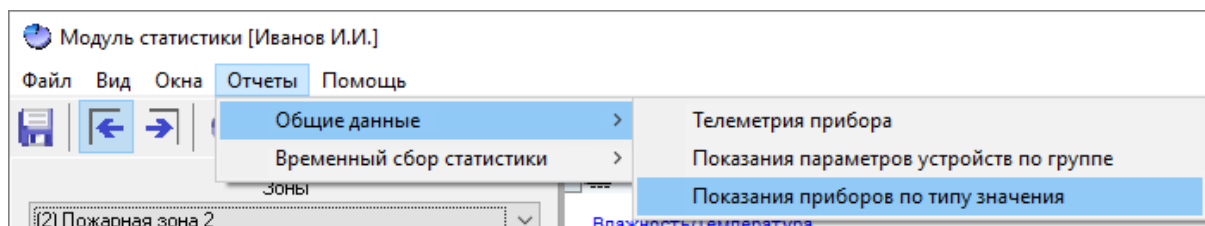

Рисунок 12-160 Переход к формированию отчета "Показания приборов по типу значения" на основании данных по схеме ВСС из меню отчетов "Общие данные"
- либо выберите соответствующий отчету пункт в меню отчетов «Временный сбор статистики» (см. п. 12.3.1.4) главного окна программного модуля «Статистика» (см. Рисунок 12-160);